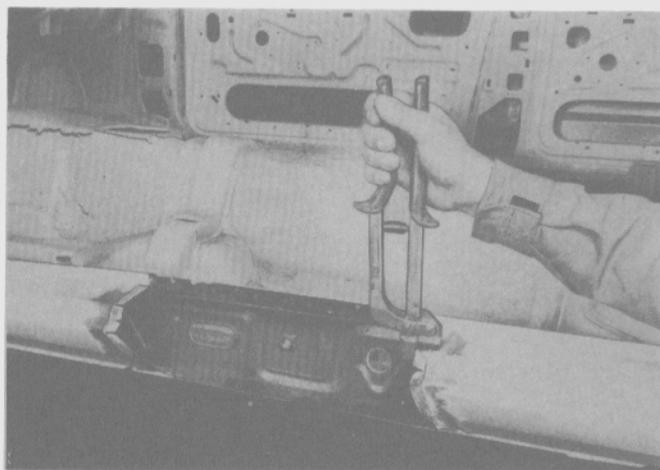

Fig. 263
- Encastrar el zócalo con una prensa dobladora (Fig. 263).